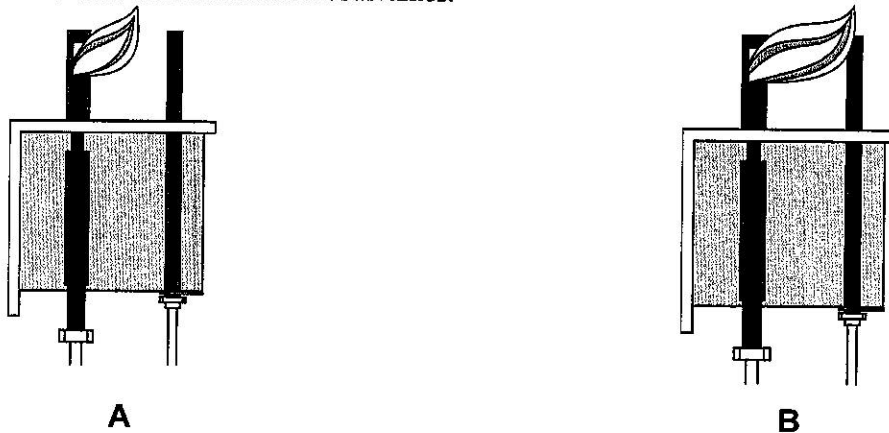

Figure 1-1 Veilleuse et réglage de la flamme
1.5.2.1 **Réglage de la flamme de veilleuse:** - La flamme de la veilleuse doit être réglée afin de produire une sortie adéquate en millivolts du dispositif de détection de la veilleuse. La sortie en millivolts de la pile thermoélectrique doit être entre 300 et 500 millivolts. Ce réglage est uniquement nécessaire sur le système à veilleuse à allumage manuel. La Figure 1-1 indique la veilleuse avec des exemples de taille de flamme correcte et incorrecte. L'exemple A montre une veilleuse dont la flamme est trop petite pour produire une sortie suffisante en millivolts. L'exemple B indique la bonne taille de flamme afin d'obtenir une sortie en millivolts adéquate.